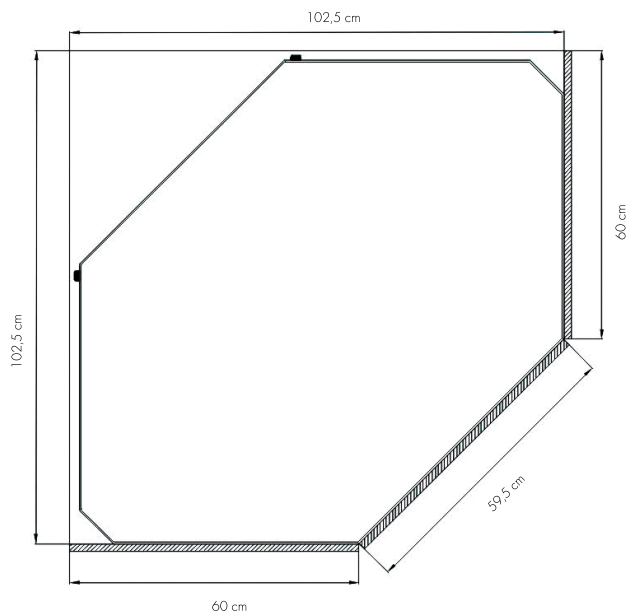

Fig 9
8.3 Integrering av kjølehjørne (se fig 9)